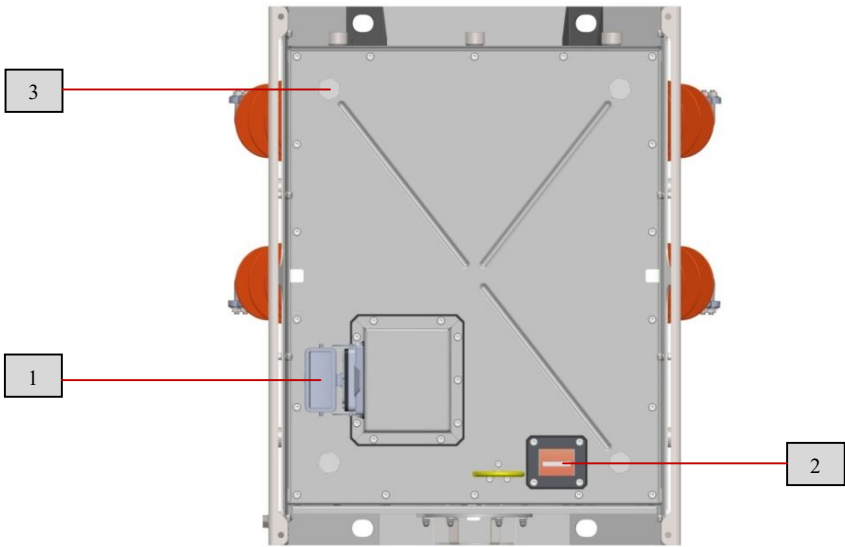
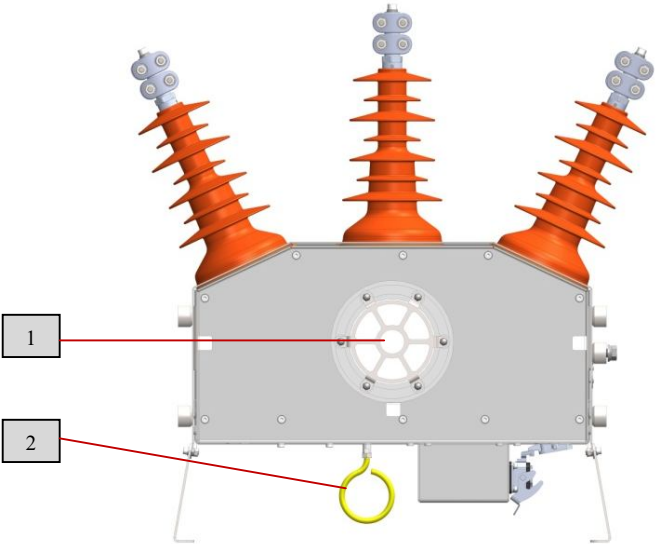

Рис. 3 Коммутационный модуль (вид снизу)
Рис. 4 Коммутационный модуль (вид сзади)
В нижней части коммутационного модуля (рис.3) размещены разъем для подключения соединительного кабеля (1), индикатор положения выключателя (2) и четыре дренажных фильтра (3), предназначенных для удаления конденсата возникающего при перепадах температуры окружающей среды. Фильтры позволяют влаге сливаться наружу исключая попадание пыли из внешней среды внутрь коммутационного модуля. Также в нижней части коммутационного модуля расположено кольцо ручного отключения (2) (рис.4).
Для обеспечения безопасной эксплуатации в задней части коммутационного модуля (рис.4) установлен клапан сброса давления для отвода газов при дуговом коротком замыкании.